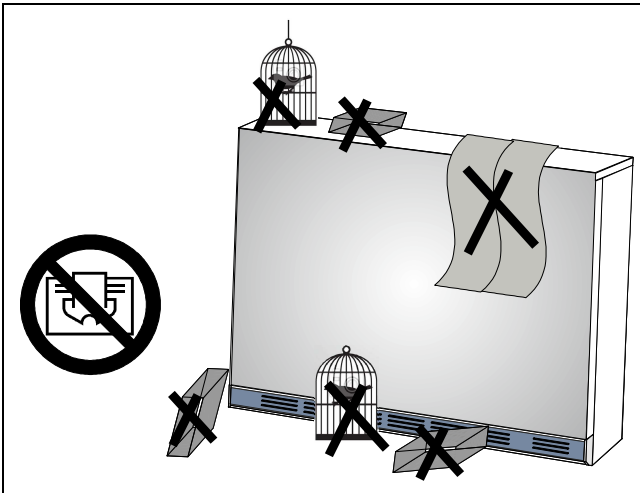

Abb.1: Warnaufkleber am Gerät
- Gerät nicht abdecken! (Abb.1)